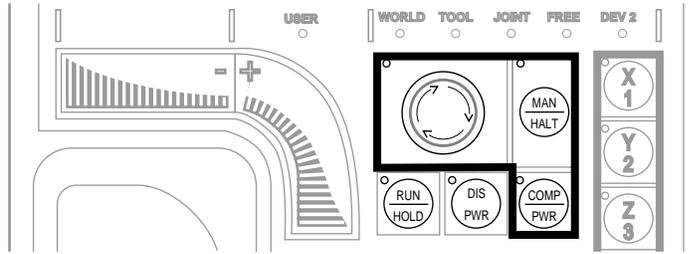

Figure 4-5. Touche de commande de mode
2. Appuyer sur la touche MAN/HALT (voir Figure 4-5) plusieurs fois, jusqu'à ce que la DÉL JOINT s'allume.